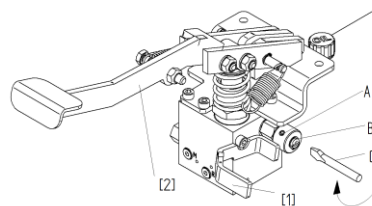

Bild 4
→ Lås positionen med klämskruven (A) (se Bild 4)